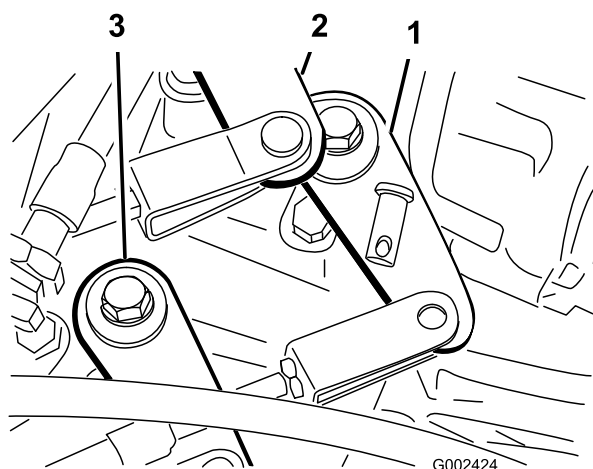

Figure 55
2. Enlevez les axes de chape qui fixent les câbles aux bras de sélection de la boîte-pont (Figure 55).
1. Enlevez l'axe de chape qui fixe le câble de gamme haute/basse à la boîte-pont (Figure 55).